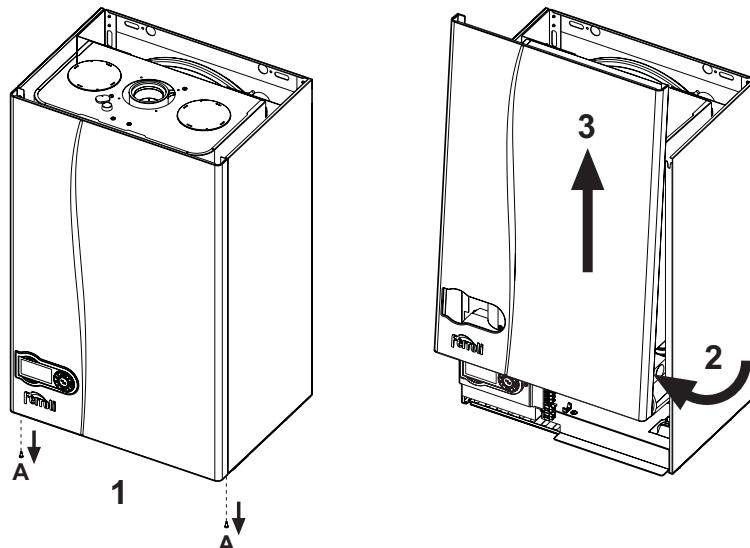

рис. 29 - Снятие кожуха
1. Отвинтите винты "A" (см. рис. 29).
2. Поверните кожух (см. рис. 29).